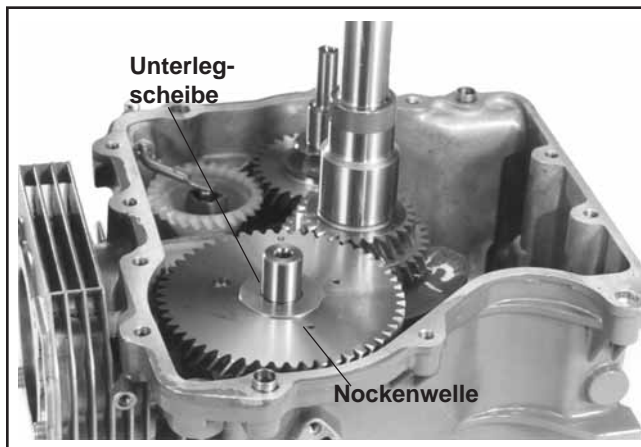

Abbildung 9-47. Nockenwelle entfernen.
- Entfernen Sie Nockenwelle und Unterlegscheibe. Siehe Abbildung 9-47.